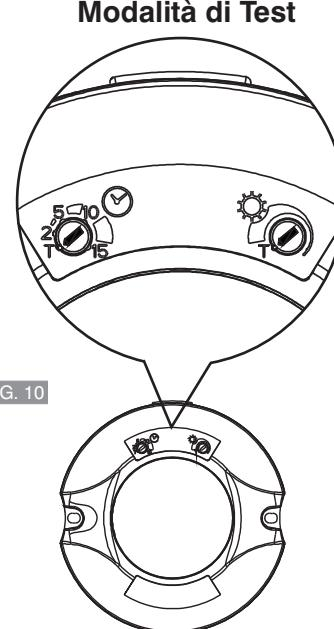

FIG. 10
- Ruotare delicatamente in senso antiorario il regolatore della temporizzazione () e quello della luminosità () fino all'arresto (posizione di TEST - FIG. 10).